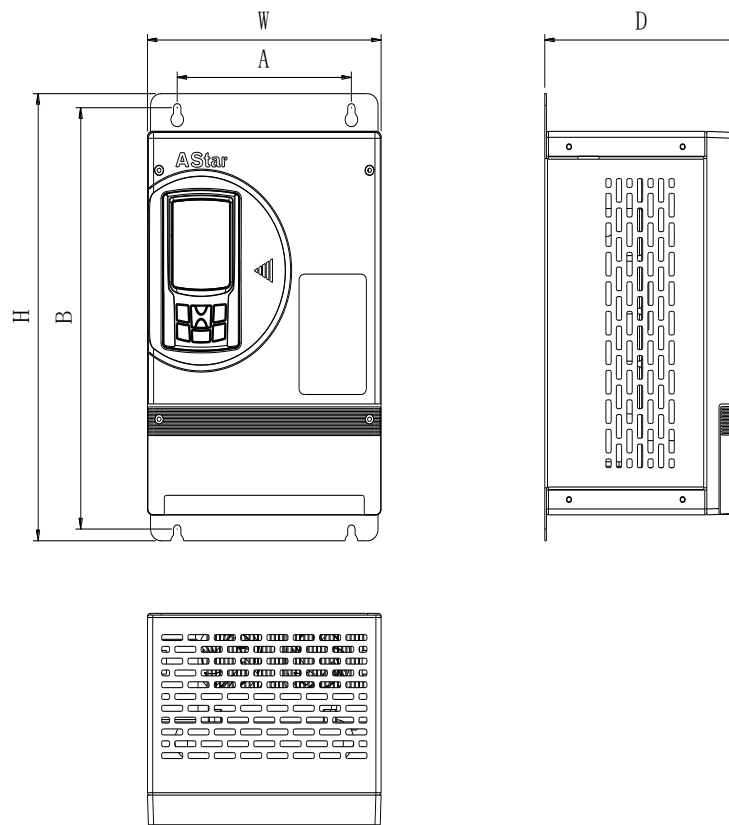

Рис. 2.1 Установочные размеры инвертора
Установочные размеры и вес инвертора см. рис. 2.1 и табл. 2.5.
- 1) Закрепите 4 установочных отверстия на инверторе, см. рис. 2.1 «Установочные размеры и вес инвертора серии AS620» и сначала установите верхние верхние винты. Обратите внимание, не затягивайте винты и оставьте зазор в несколько миллиметров.